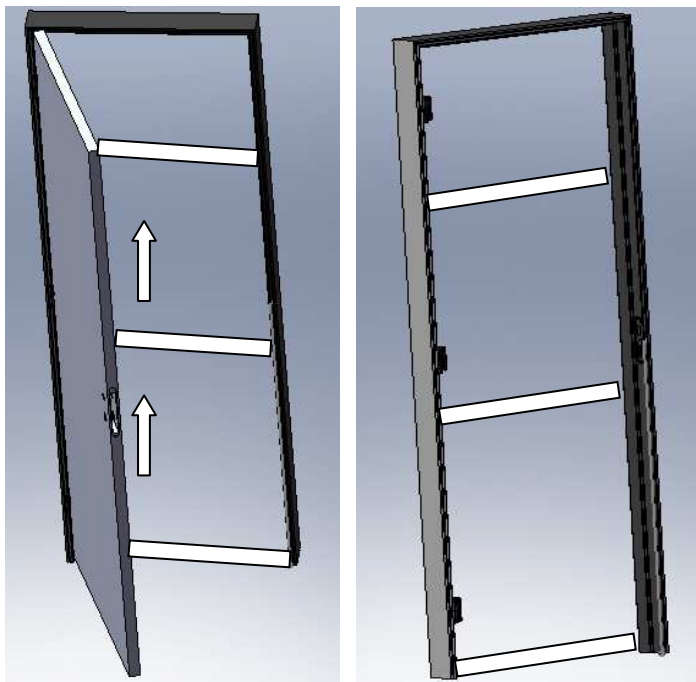

Figura 6
- Retire a porta (a) do aro (b) com cuidado, conforme Figura 6.